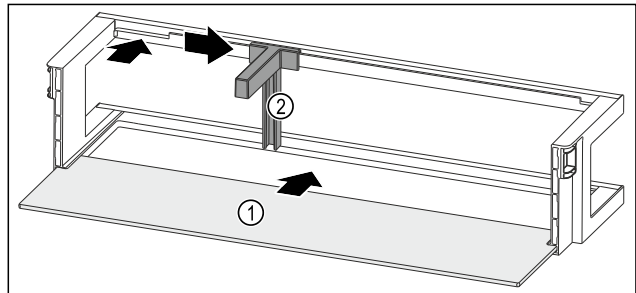

Fig. 206 Türabsteller mit Abstellfläche
- ▶ Abstellfläche Fig. 206 (1) in die seitlichen Aussparungen einschieben.
- ▶ Flaschenhalter Fig. 206 (2) in die Aussparung einsetzen.
- ▶ Flaschenhalter Fig. 206 (2) in gewünschte Position zur Seite schieben.